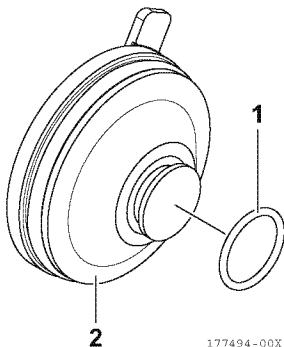

Figura 20
11. Applicare leggermente olio lubrificante al nuovo O-ring (1, **Figura 20**) e installarlo nella fessura prevista sul gruppo coperchio (2, **Figura 20**).